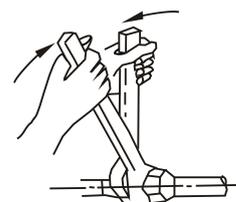

Fig.9-2
- Positionnez adéquatement les tuyaux de raccordement, serrez les écrous avec vos mains puis serrez davantage avec deux clés simultanément (voir Fig. 9-2).